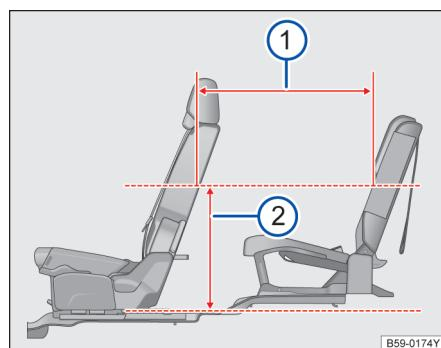

图 108 第二排座椅和第三排座椅的座间距
方地板 620mm 处→图 108②, 第二排及第三排座
椅座间距为 737.8mm→图 108①。